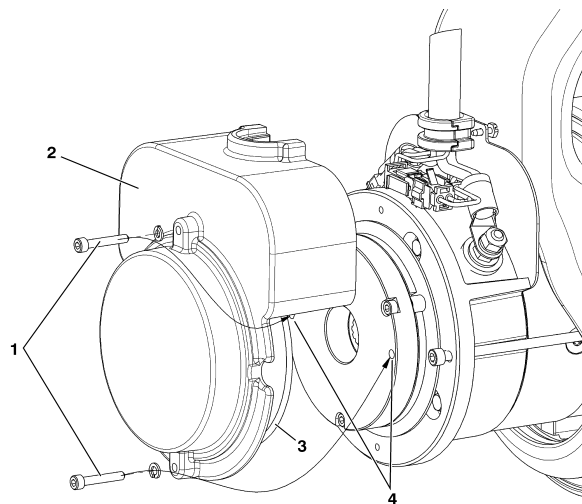

Abbildung 4-3. Manuelles Ausrücken
3. Die **beiden Abdeckungsbolzen (1)**, die **Abdeckung (2)** und den **O-Ring der Abdeckung (3)** von der Rückseite der Fahrtmotoreinheit entfernen.
4. Die **Abdeckungsbolzen (1)** in die **beiden Ausrücköffnungen im Bremsgehäuse (4)** einführen; siehe Leg.nr. 4 in Abbildung 4-3., Manuelles Ausrücken.
7. Nach erfolgtem Abschleppen die Räder durch Unterlegkeile blockieren und **die Abdeckungsbolzen (1)** von den **Ausrücköffnungen (4)** entfernen.
8. Die **Abdeckung (2)** wieder anbringen. Vor dem Einbau den **O-Ring der Abdeckung (3)** auf Schäden prüfen und bei Bedarf ersetzen.